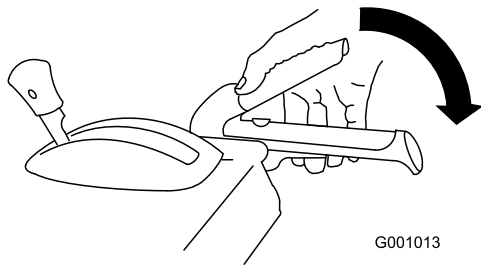

Figura 37
1. Per innestare la trazione alla coclea/ventola, premete la leva destra (coclea/ventola) contro l'impugnatura (Figura 37).